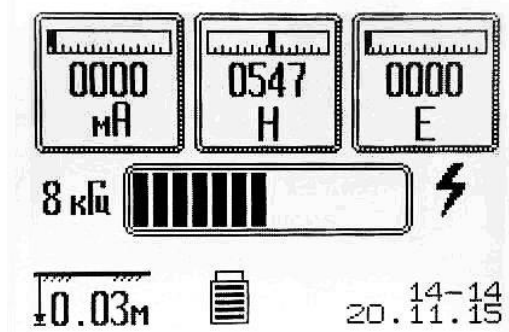
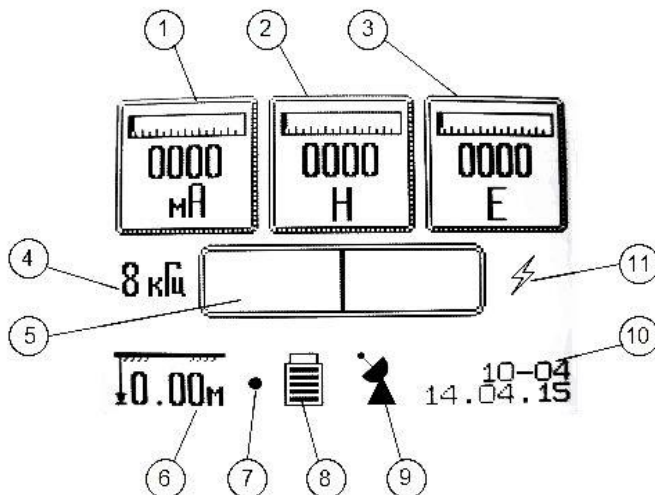

Рисунок 4.2
Рисунок 4.3
5.3 В начале трассировки необходимо ориентироваться на показания Н-поля (рисунок 4.2). На экране будет выводиться «полоска уровня», позволяющая оценивать момент приближения к оси трассы по количеству рисок. Чем больше отклонение полосы уровня и показания Н-поля, тем ближе оператор к оси трассы. После нахождения оси коммуникации, дальнейшая трассировка происходит по маркеру наведения (поз.5 рисунок 4.3).
5.4 Наблюдение всех определяемых величин производить по дисплею трассоискателя (рисунок 4.3):